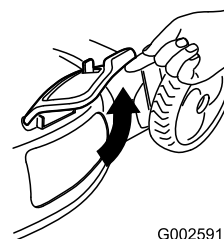

Figure 27
2. Soulevez et ouvrez le volet d'éjection latérale (Figure 27).